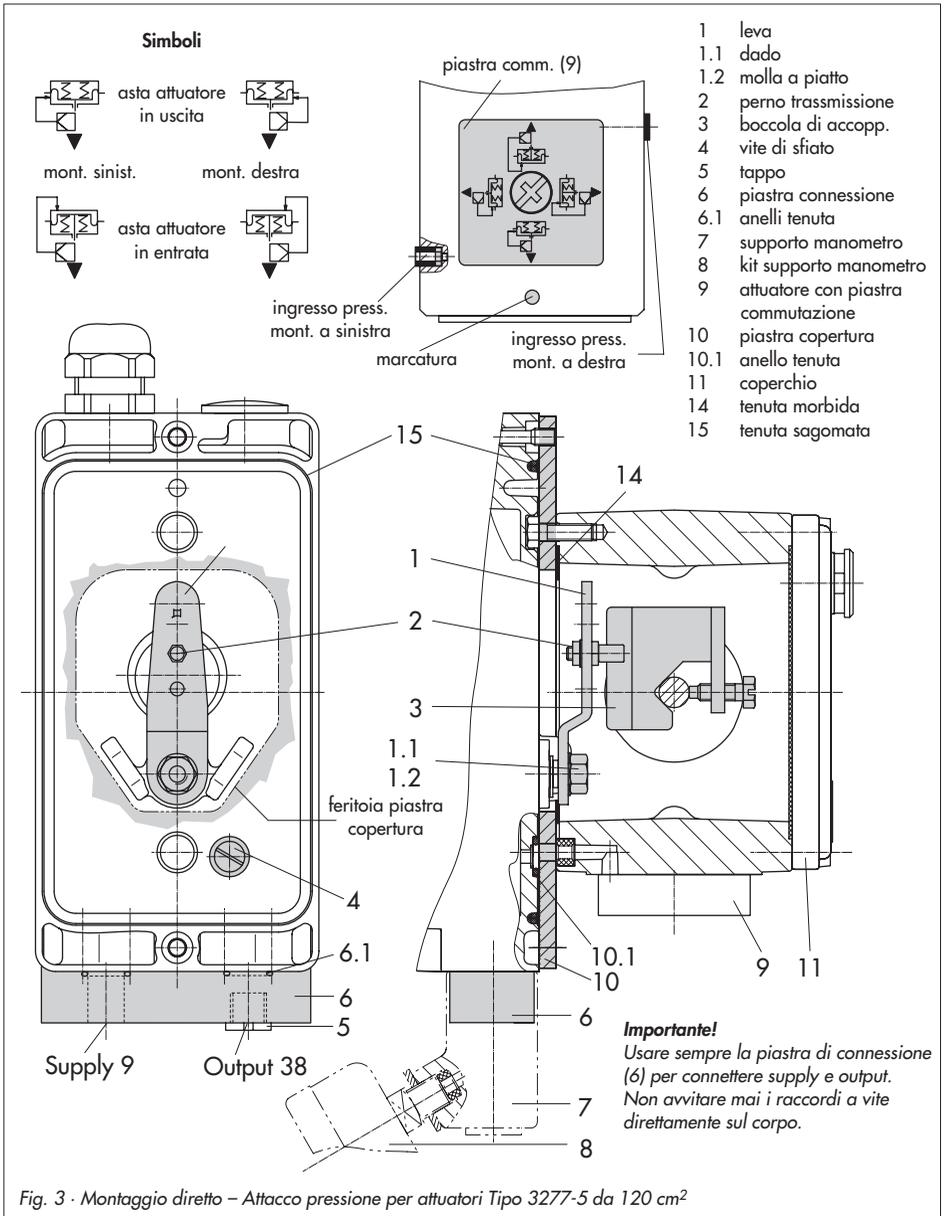

Fig. 3 - Montaggio diretto – Attacco pressione per attuatori Tipo 3277-5 da 120 cm2
1. Montare la piastra di fissaggio (6) o il supporto (7) con i manometri sul posizionatore, facendo attenzione alla sede dei due anelli di tenuta (6.1).
2. Togliere la vite di sfianto (4) posta sul retro del posizionatore e chiudere l'uscita della pressione "Output 38" sulla piastra d'attacco (6) o sul supporto del manometro (7) con il tappo (5) incluso negli accessori.
3. Disporre il blocco di trasmissione (3) sull'asta dell'attuatore, allinearlo e stringerlo in modo che la vite di fermo si trovi nella scanalatura dell'asta dell'attuatore.
4. Montare la piastra di copertura (10) con la parte stretta della feritoia (Fig. 3, a sinistra) rivolta verso l'attacco della pressione. Assicurarsi che la guarnizione applicata (14) sia rivolta verso il castello dell'attuatore.
5. **Corsa 15 mm:** mantenere il perno di trasmissione (2) sulla leva **M** (1) dietro il posizionatore nella posizione **35** (stato di default).
**Corsa 7.5 mm:** togliere il perno di trasmissione (2) dalla posizione **35**, inserirlo nella posizione **25** e avvitare.
6. Inserire la tenuta sagomata (15) nella scanalatura della custodia.